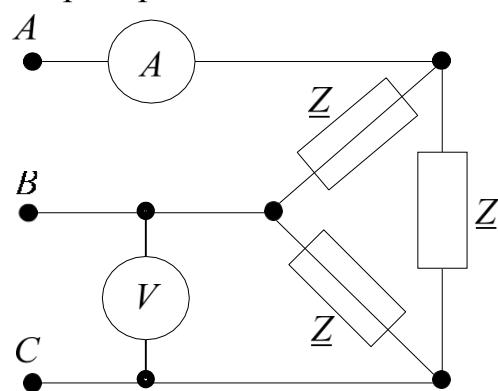

Рис. 3.1. Расчетная схема
**Задача 3.1.** К симметричному трехфазному генератору с линейным напряжением, измеряемым вольтметром  $U_L = 127$  В подключена симметричная нагрузка  $\underline{Z} = 10 \cdot e^{j30^\circ}$ , Ом, соединенная треугольником (рис. 3.1). Определить ток амперметра.
**Задача 3.3.** В симметричной трехфазной цепи (рис. 3.1) с активной нагрузкой известно линейное напряжение  $U_{\text{л}} = 100$  В и сопротивление каждой фазы  $\underline{Z} = (5 + j8,66)$ , Ом. Показание второго ваттметра. Определить показания первого  $W_1$  и второго  $W_2$  ваттметров, полную мощность цепи.